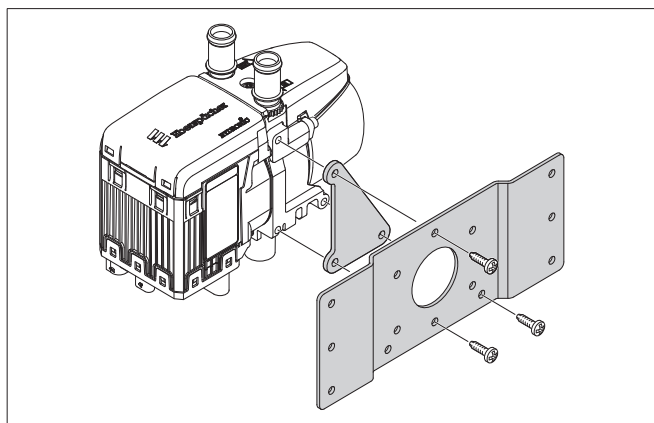
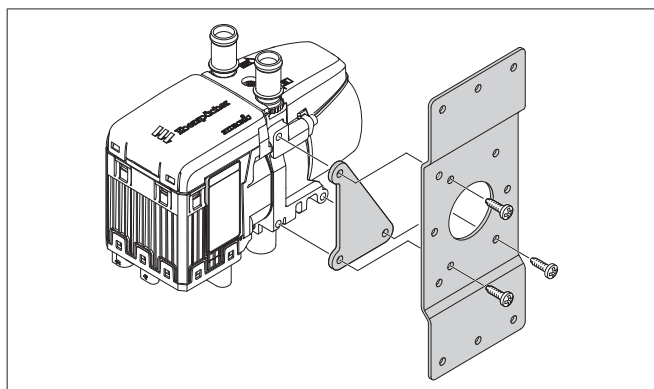

Bild 4 Förmontering av värmaren på en vågrät hållare med dämpningselement
Bild 5 Förmontering av värmaren på en lodrät hållare med dämpningselement
- För att motsvara olika monterings-situationer är hållarens hålbild anpassad för både horisontell eller vertikal montering på värmaren, se Bild 4 och se Bild 5.